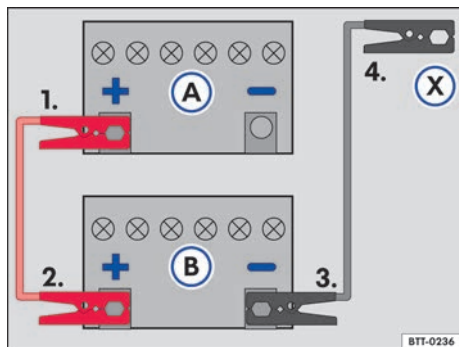

Fig. 142 Esquema para la conexión de los cables auxiliares de arranque: batería del vehículo descargada (A) y batería del vehículo que provee la corriente (B).
Leyenda para → fig. 142:
Conectar el cable de arranque auxiliar solo en la secuencia 1 - 2 - 3 - 4 → fig. 142.
- Conectar un extremo del cable de arranque auxiliar *rojo* al polo positivo (+) del vehículo con la batería del vehículo descargada → fig. 142 (A) → ⚠️.
- Conectar el otro extremo del cable de arranque auxiliar *rojo* al polo positivo (+) del vehículo que suministra corriente (B).
- Conectar un extremo del cable de arranque auxiliar *negro* al polo negativo de la batería del vehículo que suministra la corriente (B).
- Conectar el otro extremo del cable de arranque auxiliar *negro* (X) al vehículo con la batería del vehículo descargada en una pieza maciza de metal atornillada firmemente al bloque del motor o en el mismo bloque del motor - aunque no cerca de la batería (A) → ⚠️.